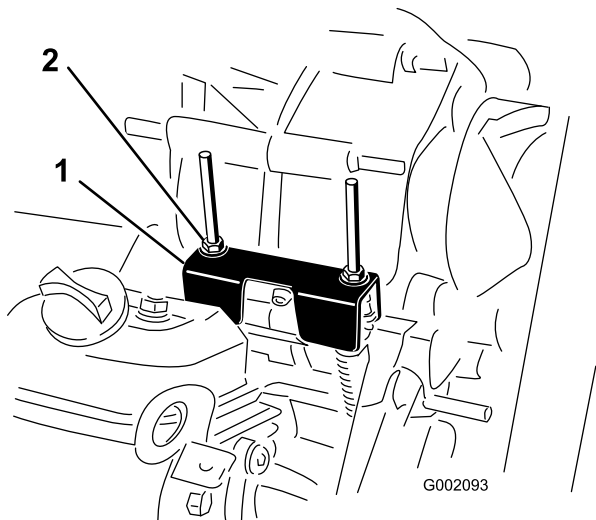

Figura 35
Para realizar operaciones de mantenimiento de rutina y/o diagnósticos del motor, debe ponerse el transeje en punto muerto (Figura 35). El selector de marchas del vehículo dispone de una posición de punto muerto, que controla el punto muerto del transeje. Deben tomarse las siguientes medidas para asegurarse de que la palanca de cambios acciona correctamente el punto muerto del transeje:
2. Asegúrese de que la pletina de punto muerto está en posición de punto muerto (nivelada respecto al soporte de montaje del cable situado debajo del soporte del cambio de marchas) girando el embrague arrastrado (Figura 35). El vehículo no debe desplazarse ni hacia adelante ni hacia atrás. Si lo hace, mueva manualmente la pletina de punto muerto a la posición de punto muerto.
3. Apriete una de las contratuerzas (Figura 35) para obtener un espacio de 0,03-0,06 pulgadas.